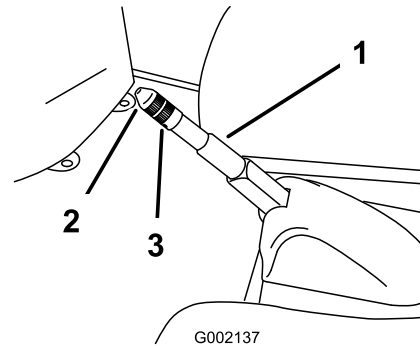

Figura 38
2. Desaperte o parafuso de afinação que fixa o manípulo à alavanca do travão de estacionamento (Figura 38).